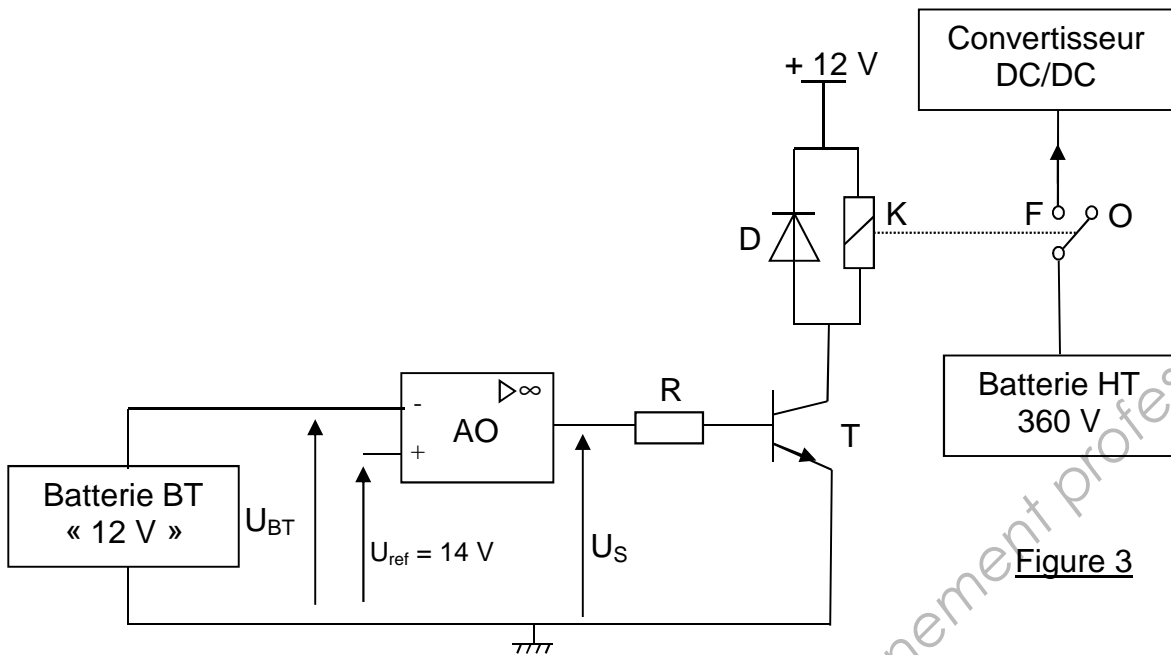

Figure 3
Le schéma complet du système de coupure est donné sur la page suivante 5/8 (figure 3).
- L'amplificateur opérationnel est considéré comme parfait, il est alimenté entre 0 V et 12 V (l'alimentation ne figure pas sur le schéma de la figure 3 page 5/8). Les tensions de saturation seront respectivement $V_{sb} = 0 \text{ V}$ et $V_{sh} = 12 \text{ V}$.